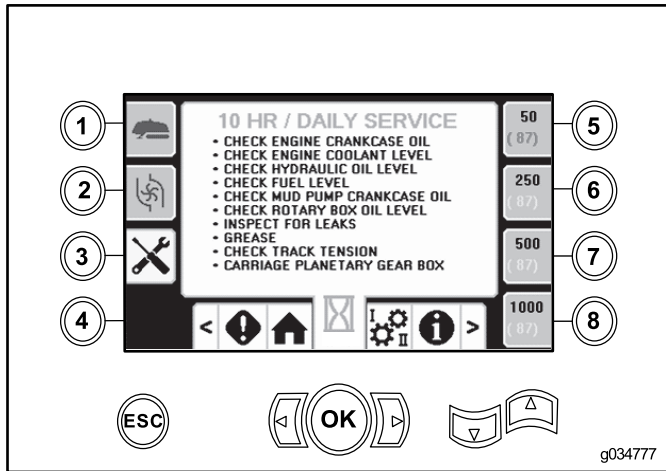

Figura 43
- Botón 3 – 10 horas/A diario (Figura 43)